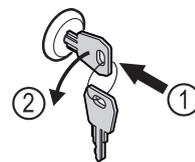

Fig. 181
- ▶ Schlüssel hineindrücken. Fig. 181 (1)
- ▶ Schlüssel um 90° gegen den Uhrzeigersinn drehen. Fig. 181 (2)